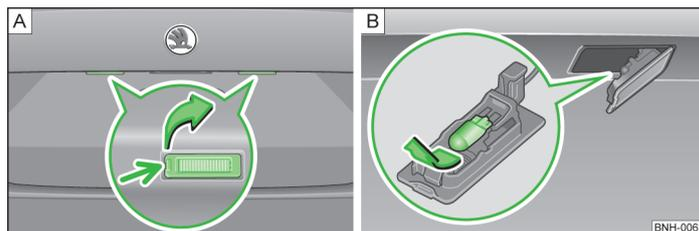

Fig. 132 Démontage de l'éclairage de la plaque d'immatriculation/remplacement de l'ampoule
- Insérez un tournevis plat à l'emplacement désigné par la flèche » fig. 132 - [A], et appuyez légèrement pour déverrouiller le ressort.
- Sortir l'ampoule défectueuse du support dans le sens de la flèche » fig. 132 - [B].